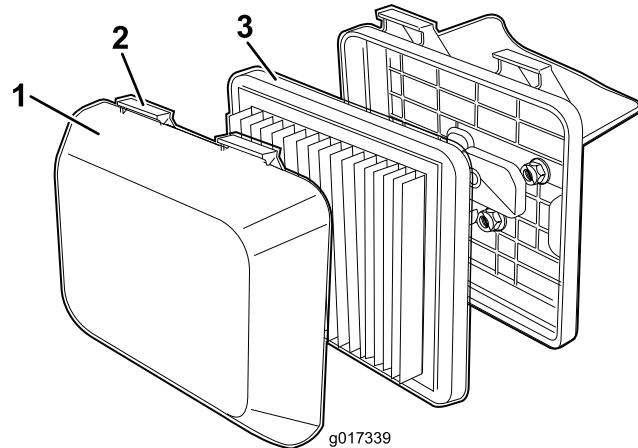

图19
1. 向下按空气滤清器盖子顶部的闩锁袢扣（图19）。
3. 拆下过滤器（图19）。